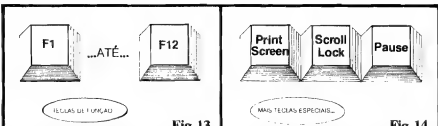

Fig. 13
- **FIG. 13 - TECLAS DE FUNÇÃO** - São 10 ou 12 teclas (marcadas, então, com **F1** até **F10**, ou **F1** até **F12**...) e colocadas, ou num grupo vertical à esquerda do teclado, ou numa barra horizontal no topo deste... São as **TECLAS DE FUNÇÃO**, "flexíveis", tipo "curinga", já que suas reais utilizações e funções são determinadas, geralmente, pelo próprio **PROGRAMA** que está sendo executado (muito frequentemente, surgem na tela avisos claros sobre "o que acontece" se premida cada uma dessas teclas, não se preocupem...).